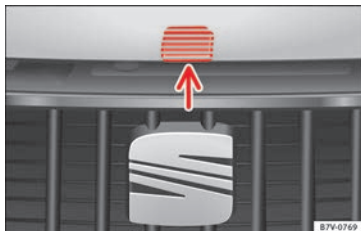

Fig. 163 Palanca de desbloqueo para la apertura del capó del motor en la parrilla del radiador.
- Levante el capó del motor por la palanca de desbloqueo » **fig. 163** (flecha) y ábralo del todo. El capó del motor se mantiene gracias al muelle de gas.